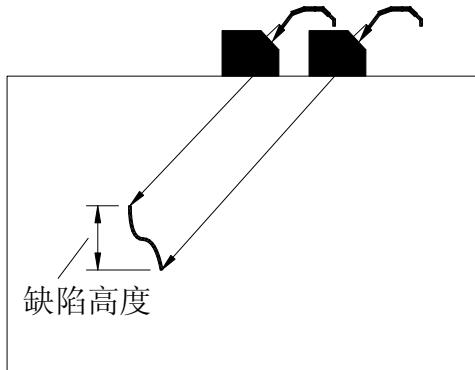

图 5.1
- b 找到裂纹两端点回波，如图 5.1，根据屏幕下方提示用闸门套住缺陷波，单击“确认”键即可。端点 A 操作：沿着垂直裂深方向移动探头找到最大回波，向前移动 6dB，单击“确认”键，此时 A 端点参数设置完成；